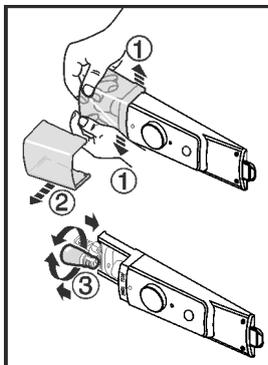

Fig. 14
- ▶ Écarter le couvercle de la lampe vers l'intérieur, à l'avant Fig. 14 (1), comme illustré et le retirer sur le côté Fig. 14 (2).
- ▶ Remplacer la lampe. Fig. 14 (3)